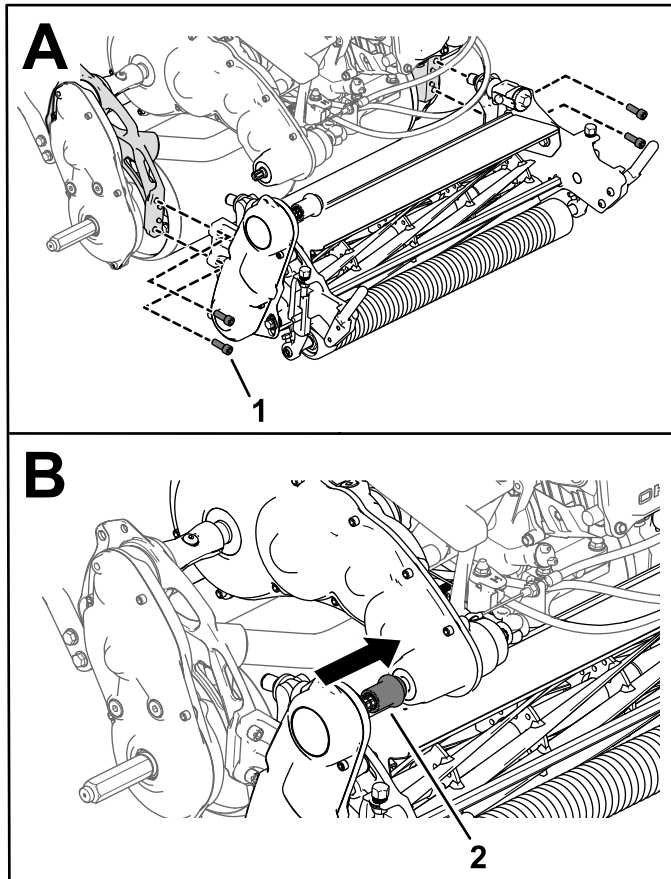

Bild 46
3. Verwenden Sie vier Innensechskantschrauben, um das Mähwerk am Rahmen zu befestigen (Bild 46).
4. Schieben Sie die Antriebskupplung des Mähwerks auf die Getriebeantriebswelle (Bild 46).